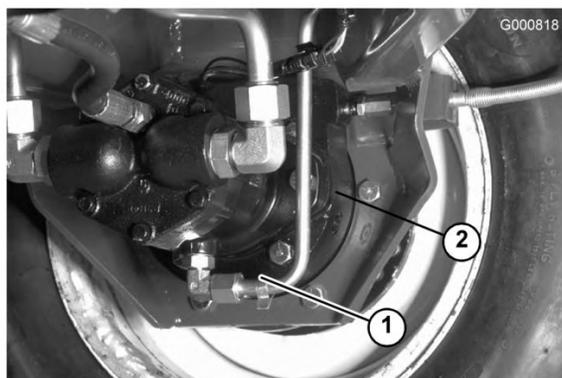

Figura 64
2. Togliete il tappo dal ruotismo planetario (Figura 63) e controllate il tappo sul lato posteriore del freno (Figura 64).